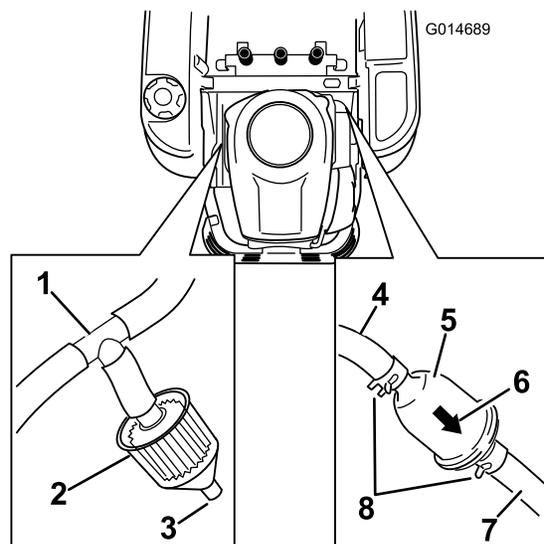

Figura 35
3. Levante el asiento y localice los filtros de combustible, según se muestra en Figura 35.
4. Apriete los extremos de las abrazaderas y deslícelas por el tubo alejándolas del filtro (Figura 35).
6. Instale un filtro nuevo – la flecha que indica el sentido de flujo debe apuntar hacia el motor. Acerque las abrazaderas al filtro (Figura 35) para sujetarlo.
Algunas máquinas incorporan un filtro de emisiones (Figura 35) conectado a un acoplamiento en T instalado en el tubo de ventilación que viene del depósito de combustible. El filtro tiene un conector abierto por diseño. El filtro debe ser inspeccionado regularmente. Cambie el filtro si está sucio u obturado.